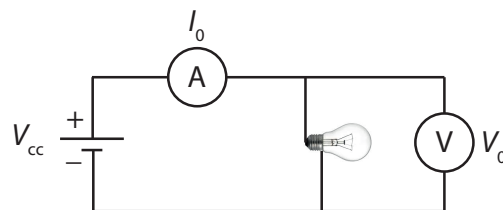

Figura 1.2: Diagrama del circuito similar a la figura 1.1, donde R_1 es reemplazado por una ampollita.
- f) Reemplace la resistencia R_1 por una ampollita, como lo muestra la figura 1.2 y repita los pasos anteriores c), d) y e). Nota: las ampollitas no tienen resistencia nominal y no soportan voltajes mayores a 12 V.